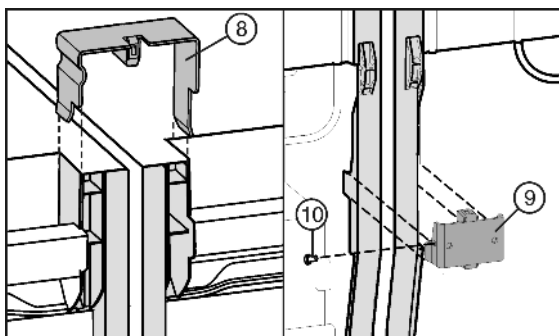

Fig. 7
- ▶ Вставьте соединительную скобку Fig. 7 (8) вверху в средние боковые стенки.
- ▶ Вставьте соединительный уголок Fig. 7 (9) снизу в соответствующий вырез.
- ▶ Если соединительный уголок сидит свободно, установите винт Fig. 7 (10).